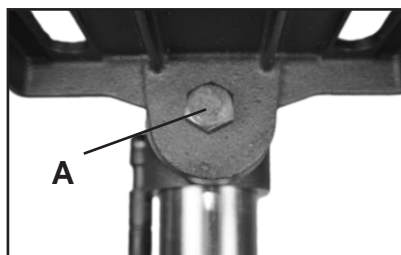
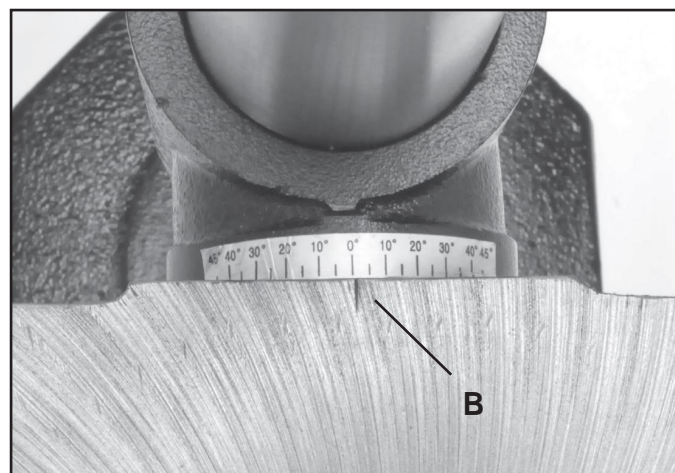

FIG. 8
FIG. 9
8. **INCLINACIÓN DE LA MESA:** La mesa de la prensa taladradora se inclinará de 0 a 45 grados hacia la izquierda y derecha. Para inclinar, afloje la tuerca debajo de la mesa (Fig. 8, A). Alinee la marca "cero" en la mesa (FIG. 9, B) con el grado en la escala que desea.